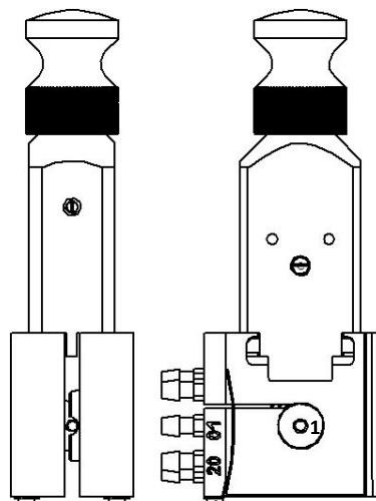

Рис. 8 – Сборка токоподводящих пластин со съёмником
- 3.5.5** Разведите рычаги съёмника, вращая винт съёмника по часовой стрелке. Сборка токоподводящих пластин, зафиксированная съёмником, показана на рис. 8. Обратите внимание, печь должна быть установлена ровно, т.е. отверстие 1 (рис. 8) в контактах должно быть свободным. Это значит, что печь установлена ровно и не мешает прохождению света. При этом контакты должны быть расположены строго параллельно друг другу, как на рисунке 8 (не разъезжаться в стороны). В противном случае – повторите пункты начиная с 3.5.1